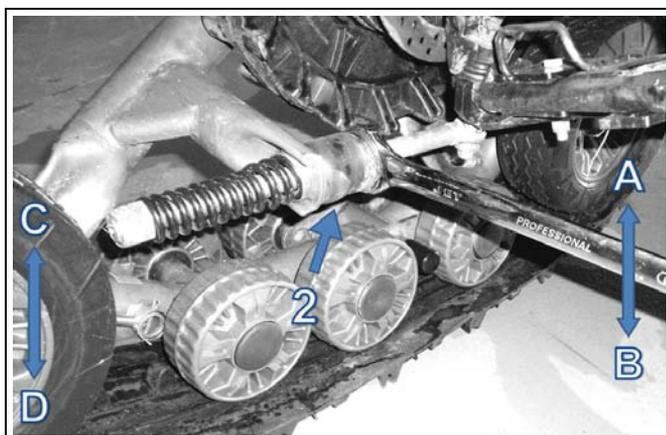

Figure 5
- Régler l'écrou (2) présenté à la Figure 5 jusqu'à ce que la barre plate se trouve à 315 ± 5 mm au dessus du sol. Pour le côté droit, tourner la clé vers A engendre une rotation du système vers C et la tourner vers B fait pivoter le système dans la direction D (inverse pour le côté gauche).